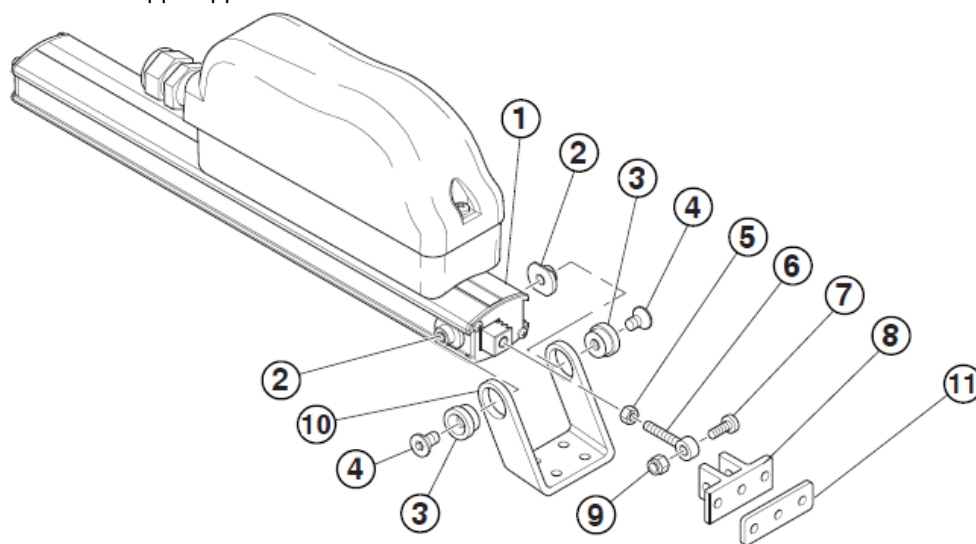

Рис.1 Комплект приводов семейства LC
Комплект привода состоит (рис.1):
7. установите привод H в кронштейн С как показано на рис.9, установите стопорное кольцо 3 (рис.1) и закрепите его с помощью винта 4 (рис.1)(но не затягивайте его);
8. установите регулировочный винт 6 (рис.1) в кронштейн В как показано на рис.9 (с помощью винта 7 (рис.1) и гайки 8 (рис.1));
9. зафиксируйте привод Н под углом  $90^{\circ}$  к плоскости створки (люк/окно) и затяните винты 4 (рис.1) стопорного кольца (затяжка должна обеспечивать антисползание привода при максимальных нагрузках);
10. отрегулируйте прижим створки к раме путём вкручивания/выкручивания винта 6 (рис.1) и зафиксируйте его контргайкой 5 (рис.1);
11. если привод изменил своё положение относительно створки ослабьте винты 4 (рис.1) и повторить действия пункта 10.